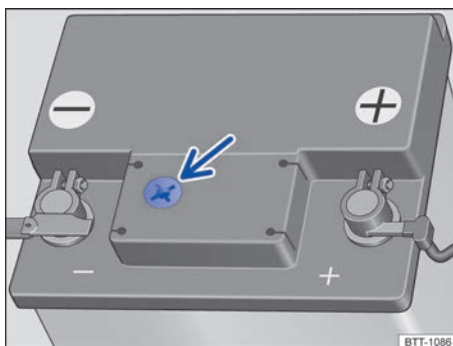

Fig. 142 Representación esquemática: mirilla en la parte superior de la batería.
- Procure disponer de buena iluminación para poder distinguir bien el indicador de color de la mirilla redonda situada en la parte superior de la batería → fig. 142 (flecha). No utilice nunca una llama desprotegida u objetos incandescentes para alumbrarse.